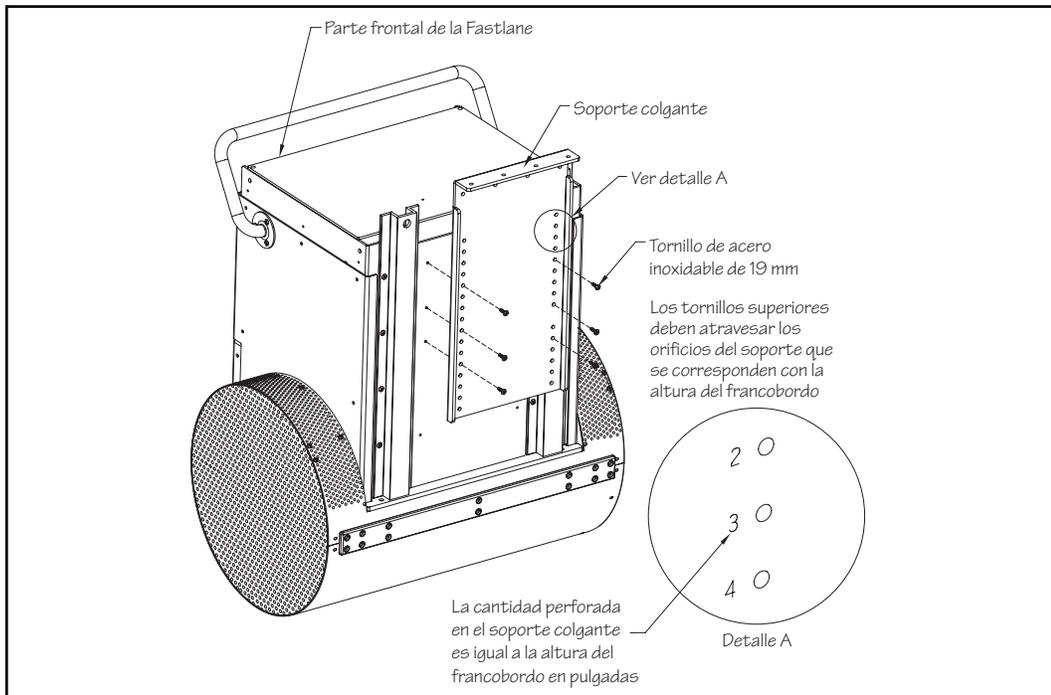

Fig. 9.2
9.2 Coloque con cuidado la Fastlane por su lado frontal. En el centro de la carcasa superior hay seis orificios pretaladrados (entre los canales de protección). Alinee el juego superior de orificios en la parte trasera de la carcasa con la cantidad de agujeros apropiados en el soporte colgante (si el francobordo es de 15,2 cm y luego alinee los orificios calibre 6 con los de la parte superior de la carcasa). Cuando el soporte colgante esté colocado en la carcasa, ponga los tornillos de 19 mm proporcionados (Fig. 9.2).